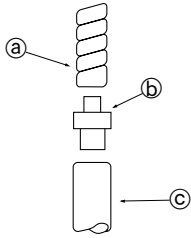

Fig. 5-1
5.1. Drenaj Borusu İşleri (Fig. 5-1)